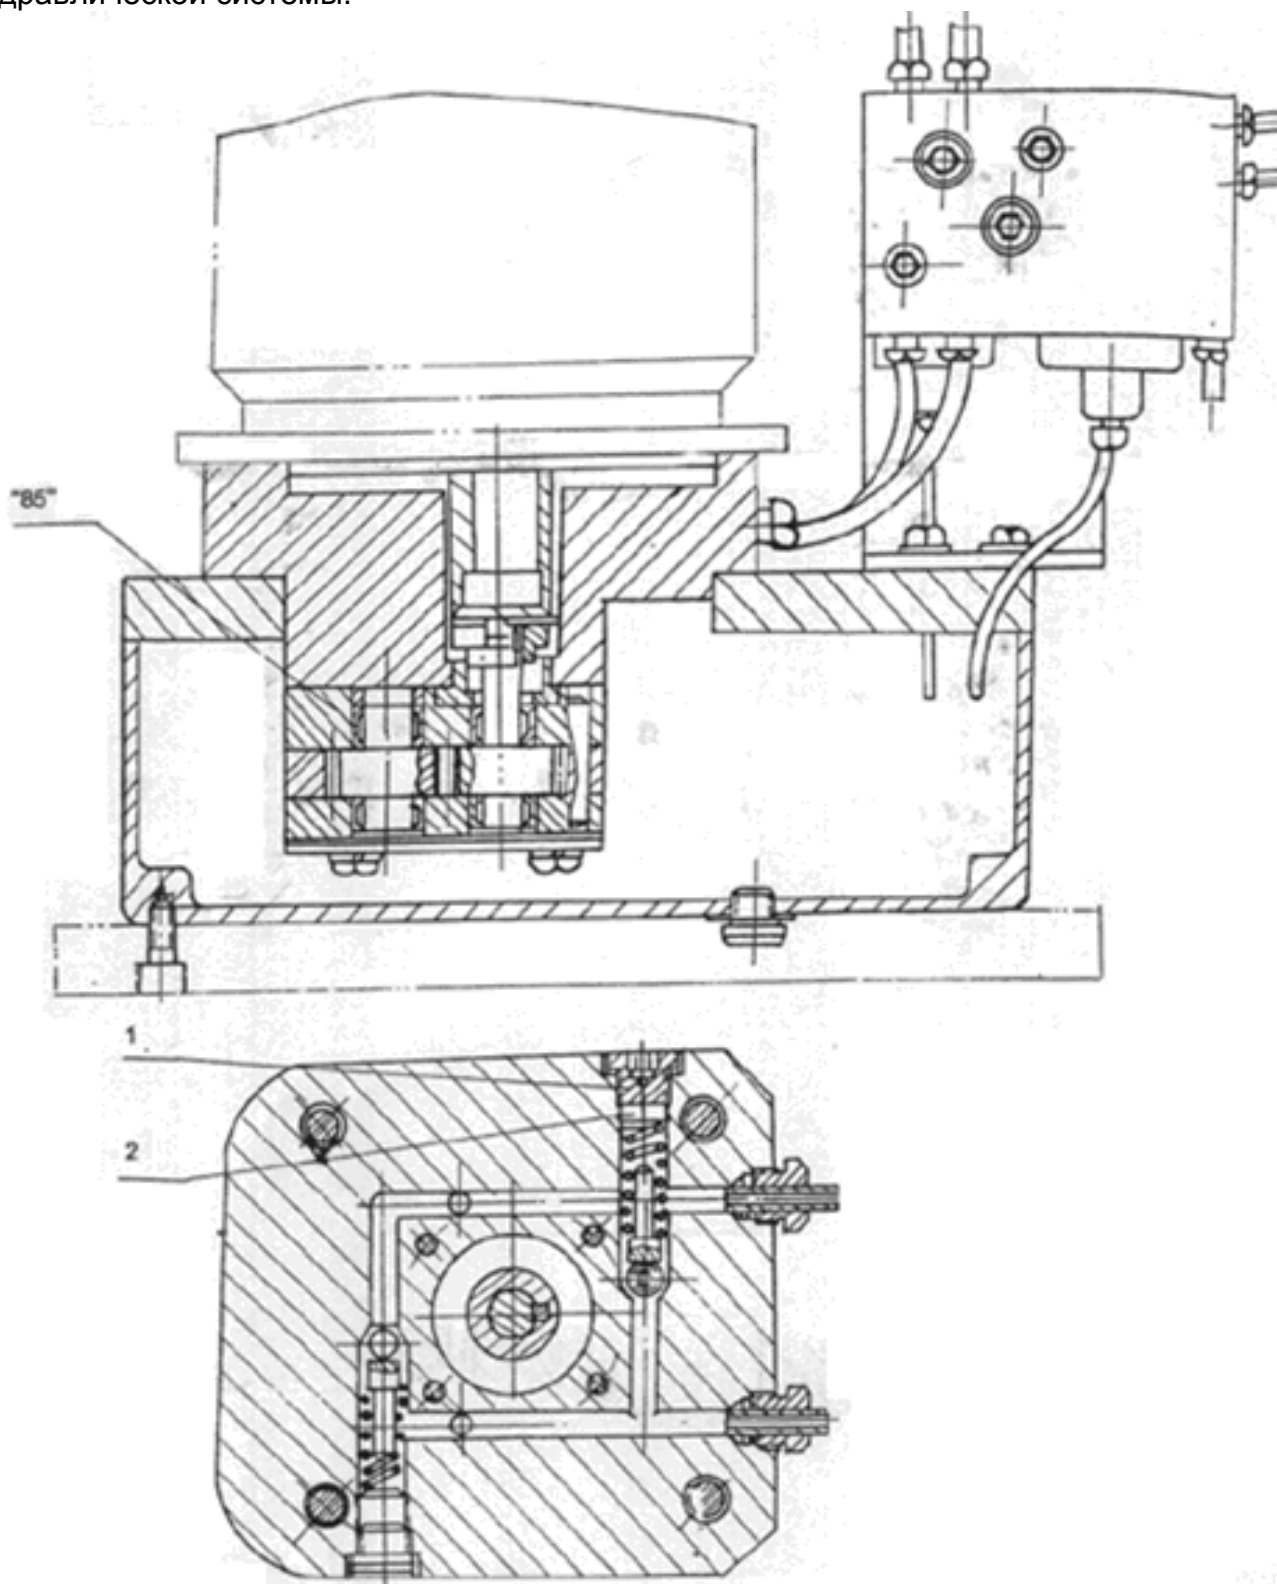

Рис. 7.4
7.2.3. Регулировка силы зажима руки (см. рис. 7.4)
7.2.6. Настройка давления зажимного гидравлического механизма (см. рис. 7.4)